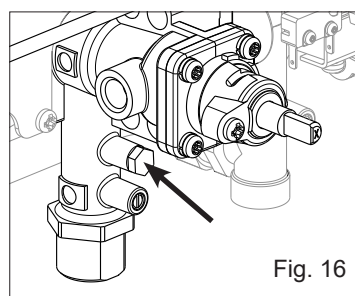

Fig. 16
- Rimuovere il tappo di protezione (fig. 16)